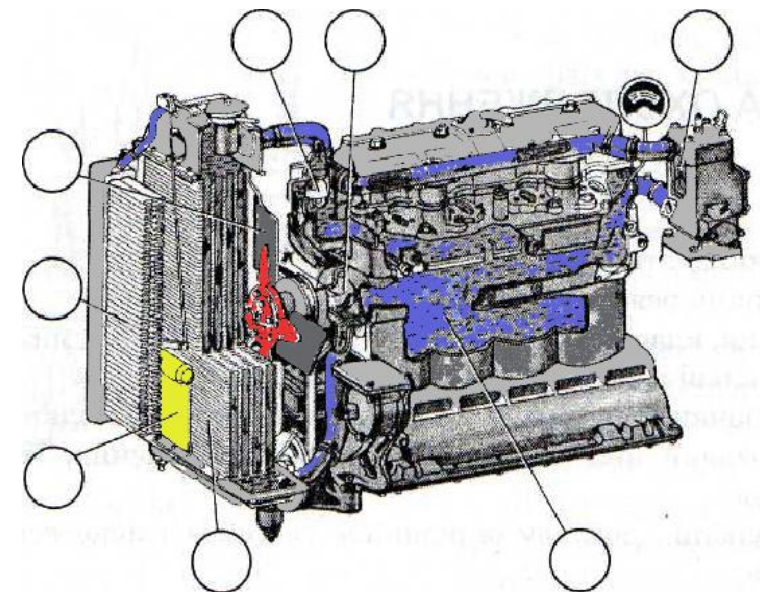

Рис. 1
2. Загальна будова рідинної системи охолодження. На рис. 1 позначте основні частини рідинної системи охолодження: